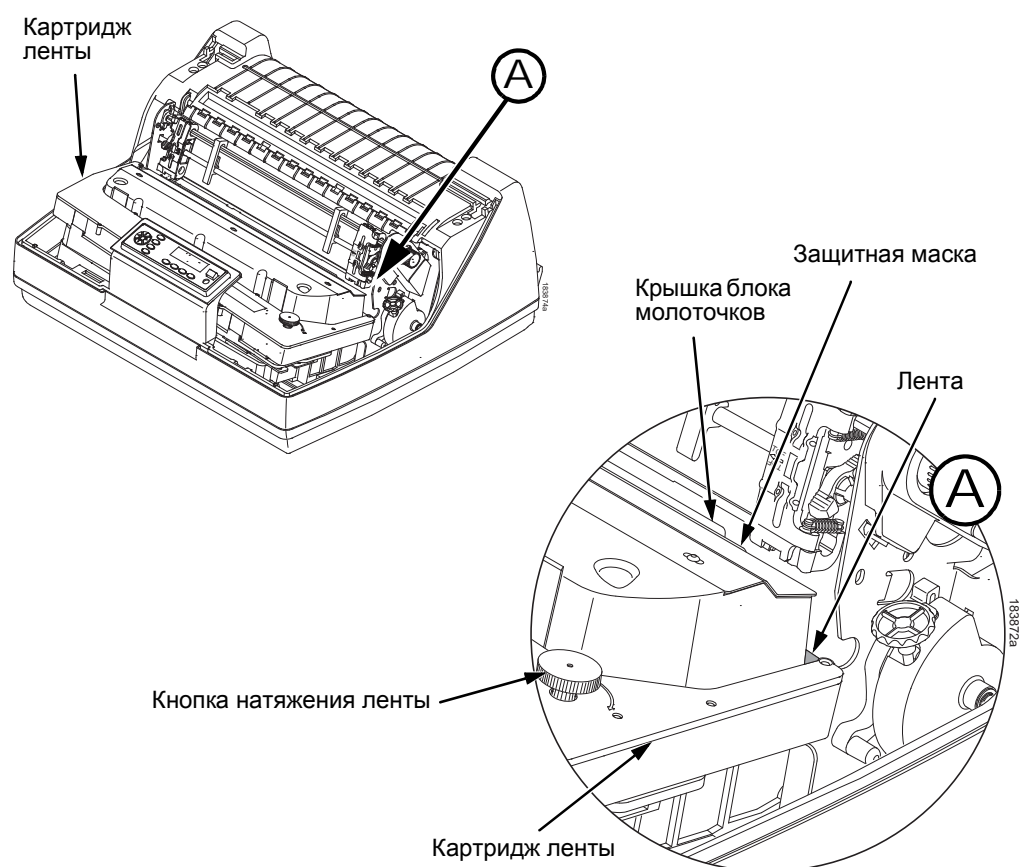

Рисунок 83. Картридж ленты в рабочем положении
6. Надавите на картридж вниз и убедитесь, что лента вошла в пространство между крышкой блока молоточков и защитной маской (см. Рисунок 83). При этом должен быть слышен щелчок.